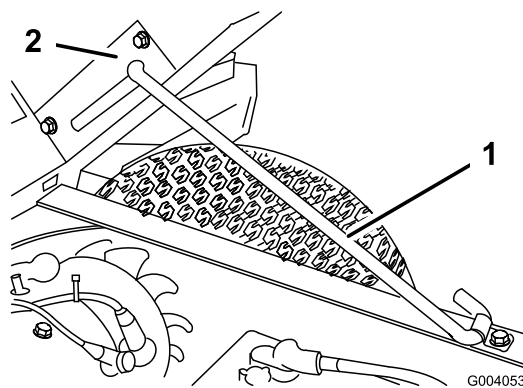

Figura 28
2. Prenda a caixa com a barra de apoio na ranhura de bloqueio (Figura 28).